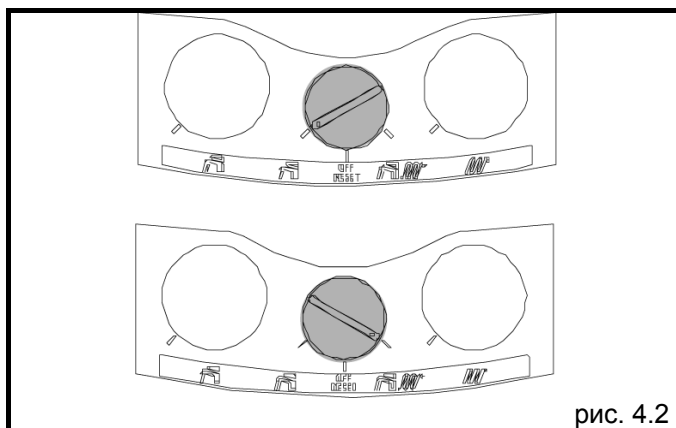

рис. 4.2
- переведите главный выключатель котла в положение включено и переведите переключатель режимов работы зима-лето в нужное положение (рис. 4.2)